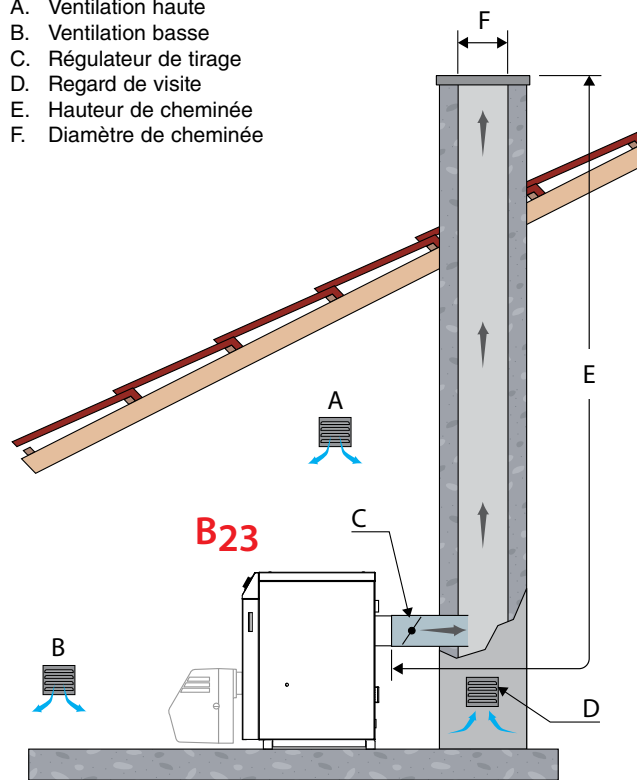

fig. 7
La chaufferie doit être équipée d'une ventilation basse et d'une ventilation haute (fig. 7).
**Raccordement cheminée de type: B23 (fig. 7)**